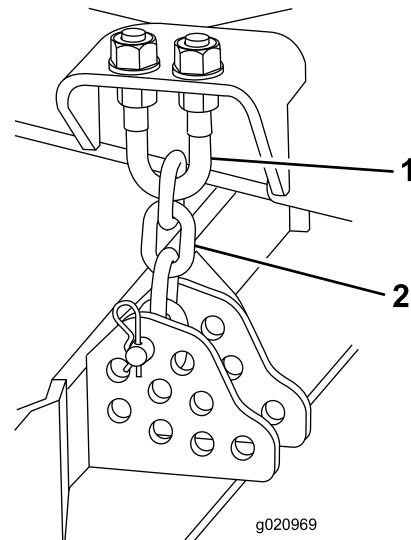

Figura 121
4. Togliete la coppia e il perno con testa che fissano le catene dell'altezza di taglio sul retro del piatto di taglio (Figura 121).